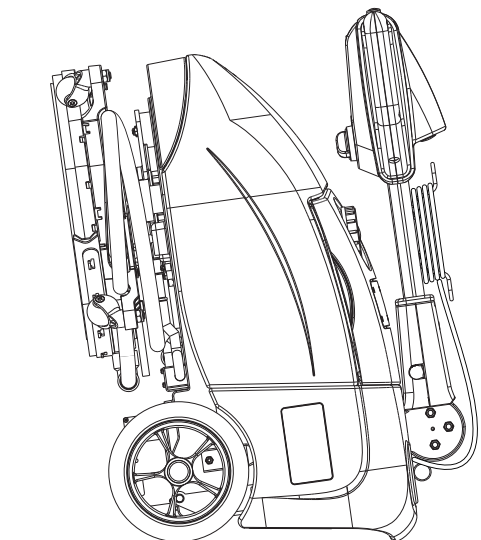

Figura 4
2. Abrir la tapa (4) y desconectar el conector de la batería (7).
4. Para proteger el cepillo y los cauchos de la boquilla girar el manillar (1) adelante y aparcar la máquina como indicado en la figura 4.